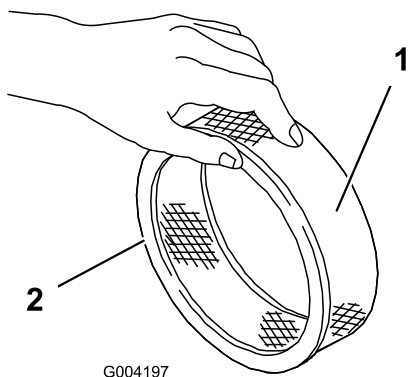

Figura 32
5. Controllare che l'elemento non sia strappato, non presenti strati untuosi e che la tenuta in gomma non sia danneggiata (Figura 32).
1. Inserire con cautela il prefiltro di schiuma sul filtro di carta (Figura 32).